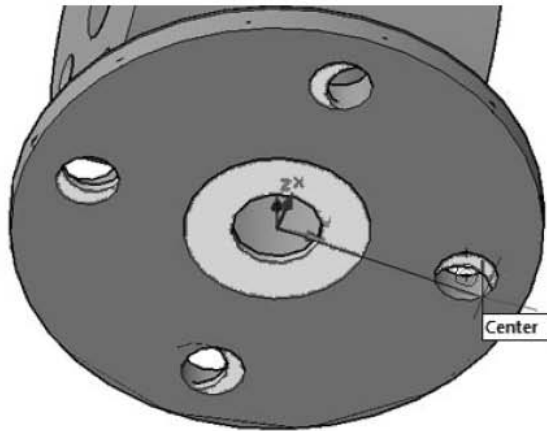

Рис. 12.3. Привязка к центру окружности основания произвольного крепежного отверстия
8. Укажите вторую точку с привязкой **Центр (Center)** — центр окружности основания крепежного отверстия (рис. 12.3):